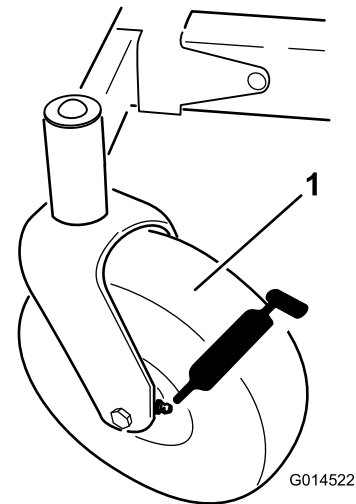
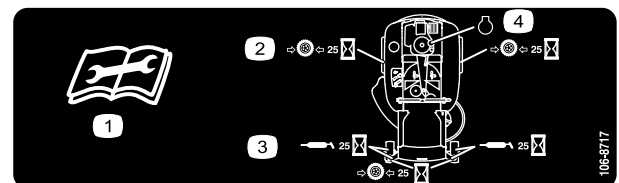

Figure 26
Figure 27
3. Nettoyez les graisseurs (Figure 26 et Figure 27) à l'aide d'un chiffon.
commence à suinter hors des roulements (Figure 26 et Figure 27).